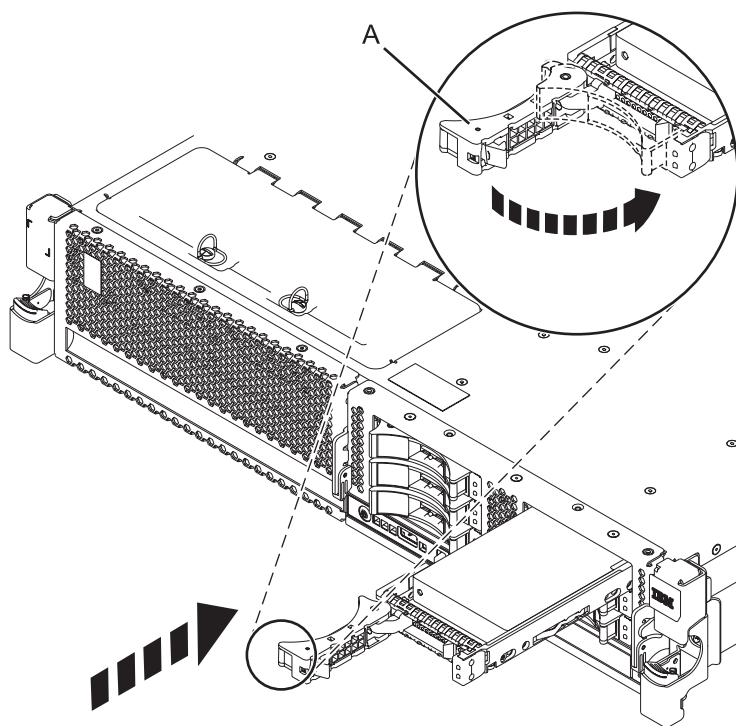

Figura 49. Instal·lació d'una unitat de disc al sistema
6. Quan el LED d'identificació es torni sòlid, moveu la unitat fins al fons del sistema o de la unitat d'expansió i empenyeu la nansa de la unitat (**A**) fins que quedi encaixada, tal com es mostra a Figura 49 a la pàgina 76.